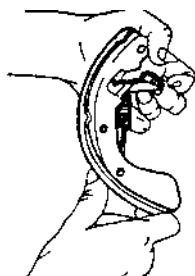

Рис. 7.44.
- снять переднюю колодку, отсоединив ее от нижней стяжной пружины (рис. 7.44);